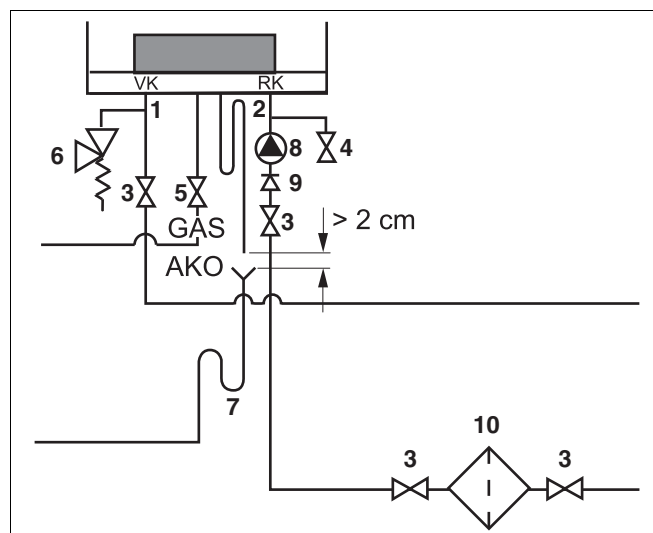

Рис. 15 Подключение
- Установить предохранительный клапан (рис. 15, поз. 6) не менее 1" на подающей линии. Предохранительный клапан всегда должен быть установлен между отопительным котлом и сервисным краном. Таким образом, отопительный котел даже при закрытых сервисных кранах соединен с предохранительным клапаном.
- Смонтировать насос (рис. 15, поз. 8) на обратной линии.